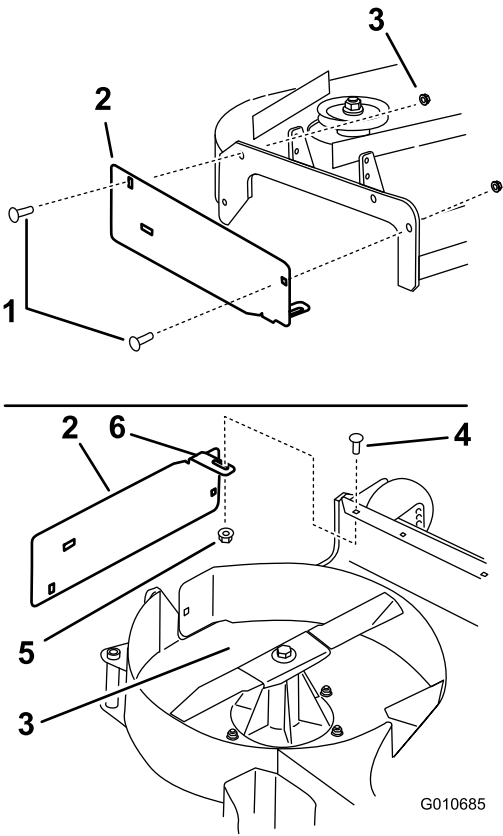

Figura 7
1. Instale la placa de descarga en el exterior del soporte de montaje con 2 pernos (3/8" x 1 1/4") y 2 tuercas con arandela prensada (arandela pequeña) (3/8"), como se muestra en la Figura 7.
2. Instale la pestaña en el interior de la carcasa de corte con 1 perno de cuello cuadrado (5/16" x 7/8") y 1 tuerca con arandela prensada (5/16") (arandela pequeña), como se muestra en la Figura 7.